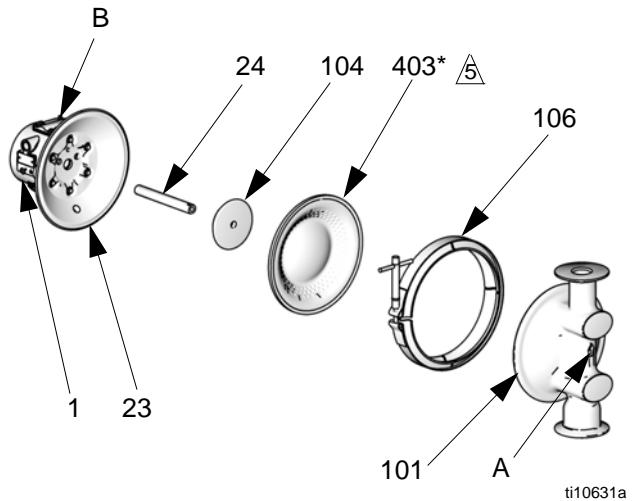

ABB. 13
1. Die Wellenpackungen (402*) so anbringen, dass die Lippen aus dem Gehäuse (1) **herauszeigen**. Die Packungen einfetten. Siehe ABB. 13.
2. Die luftseitige Platte (104) auf die Membrane (403) setzen. Die breite, gerundete Seite der Platte muss zur Membrane zeigen. Mittelstarkes (blaues) Gewindefaftmittel auf die Gewinde der Membrangruppe auftragen. Die Membrangruppe handfest in die Welle (24) schrauben.
3. Die Membranwelle (24) der Länge nach und an den Enden einfetten. Die Membrangruppe mit der Welle in eine Seite der Pumpe einführen. Den Materialdeckel (101) und die Klammer (106) so anbringen, dass der Pfeil (A) am Deckel in dieselbe Richtung zeigt wie das Luftventil (B). Die Klammer sicher befestigen.
5. Luft unter niedrigem Druck (unter 0,5 bar [0,05 MPa, 7 psi]) zur Pumpe leiten. Die Membrane wird sehr langsam auf den Luftdeckel (23) gezogen. Den Druck finden, bei dem die Membrane nahe genug an der Klammer bleibt, jedoch nicht mit dem Führungsstift in Kontakt kommt.